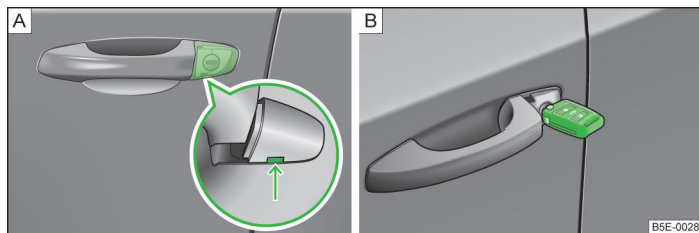

Fig. 201 Mănerul portierei șoferului: butuc de contact acoperit / butucul de contact cu cheie
- > Introduceți cheia autovehiculului în fanta de pe partea de jos a măștii în sensul săgeții și rabatați-o în sus » fig. 201 - [A].
- > Introduceți cheia autovehiculului (tastele sunt orientate în sus) în butucul de contact și descuiați, respectiv încuiați autovehiculul » fig. 201 - [B].